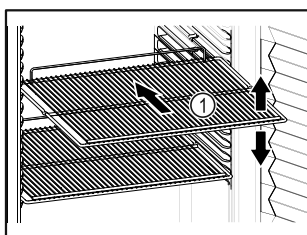

Fig. 59 Примерное изображение
- ☐ Если имеются решетчатые полки Fig. 59 (1), отрегулируйте высоту их установки.